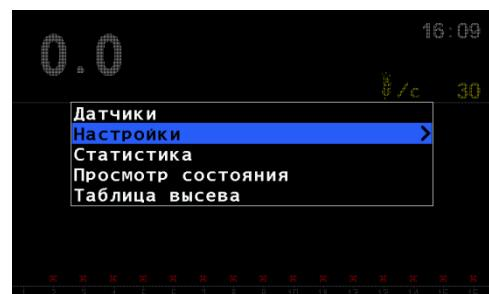

Рисунок 23
- Кнопками "**Вверх**" и "**Вниз**" выбрать пункт меню "**Настройки**" (см. "Рисунок 23") и нажать "**Меню**".